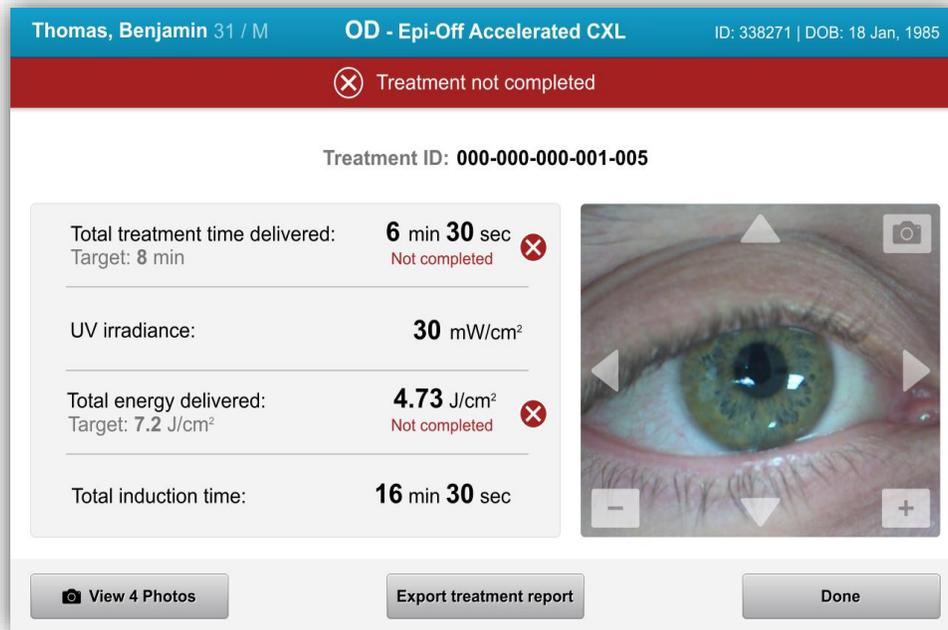

Figura 3-31. Tratamento parcial não concluído
- As informações de tratamento parcial serão exibidas conforme mostrado na Figura 3-31.